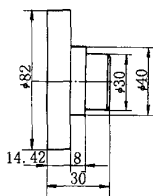
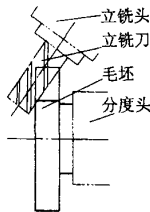

图 2
图 3
加工三棱锥体的三个斜面（锥面），最后再加工底平面。考虑到分度方便，我们选用了圆柱形毛坯。并选定最后的底面加工由车床完成，因此设计出毛坯（图 2）和加工方案见图 3。①车工按毛坯图加工出毛坯。②铣工用分度头首先加工正三棱柱，然后立铣头扳转 $35^\circ 14'$ ，分别完成三个斜面的加工。